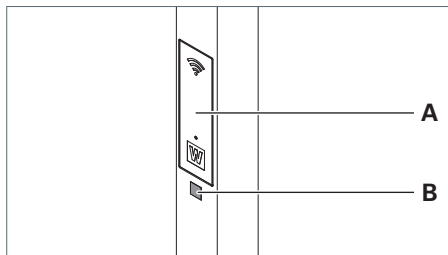

Fig. 21: Scanner le code QR.
- Scannez le code QR **B** du luminaire qui se trouve sur le bras vertical, sous la trappe de service **A**, voir Fig. 21.